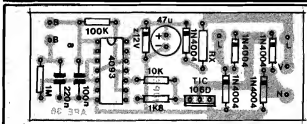

Fig.3
- FIG. 3 - "CHAPEADO" DA MONTAGEM - Como sempre, o "nó da questão" situa-se no correto posicionamento dos componentes polarizados, cujo "sentido" de conexão e ligação ao circuito jamais pode ser invertido, sob pena de não funcionamento geral e de danos ao próprio componente... Nessa categoria se inscrevem: o Integrado (extremidade marcada voltada para a posição do resistor de 100K), o SCR (face metalizada virada para a borda inferior da placa), todos os diodos (inclusive o zener), com as suas "faixas" indicadoras de catodo voltadas para a face superior (na figura) da placa e o capacitor eletrolítico (positivo "apontando" para a borda superior do Impresso, na figura). Quanto aos componentes não polarizados, observar o valor de "RX" em função da Tensão da rede (ver LISTA DE PEÇAS e TEXTO) e cuidado para não "trocar" as posições dos demais, em função dos seus valores... O mesmo cuidado vale para os dois capacitores de poliéster. Todas as soldagens devem ser feitas com atenção e cuidado, evitando-se a ocorrência de "falhas", falta de solda ou excesso desta, que podem promover "corrimentos" e "curtos" indevidos... Os terminais dos componentes